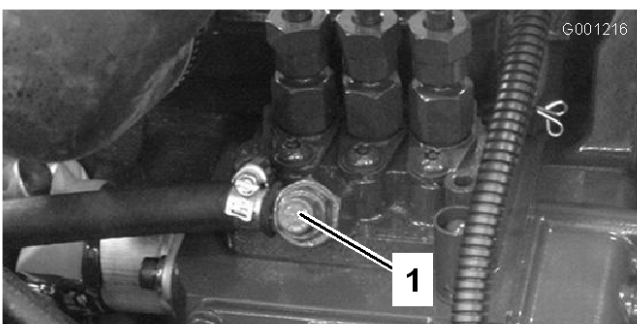

Figura 30
3. Desaperte o parafuso de drenagem que se encontra na bomba de injeção de combustível (Figura 30).